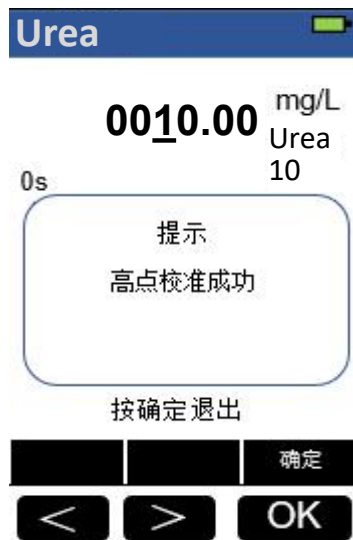

图 16: 高点校准成功
3、根据向左和向上按钮调整输入的高点样品数据，然后按“校准”按钮。请注意：为了获得最佳结果，标准溶液的浓度应小于最大浓度（3.1 支持的比色法列表），且大于量程的一半。例如，要校准尿素，标准溶液浓度应在 5 至 10 ppm 之间。仅当输入浓度值在指定范围内时，才会出现校准成功屏幕，如图 16 所示。按 OK 键返回到所选方法屏幕。